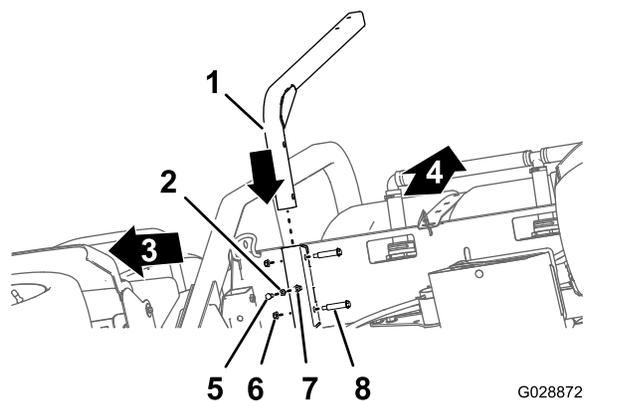

Рисунок 35
- Совместите опорную трубу бака для свежей воды с опорным швеллером бака (Рисунок 35).
- Совместите отверстия в опорной трубе с отверстиями в швеллере (Рисунок 35).
3. Прикрепите трубу к швеллеру (Рисунок 35) с помощью двух болтов с буртиками и двух контргайк ($\frac{3}{8}$ дюйма).
4. Наверните зажимную гайку ($\frac{3}{8}$ дюйма) на болт ($\frac{3}{8}$ x 1 дюйм); см. Рисунок 35.
5. Наверните болт и зажимную гайку на приварную гайку в нижней части опорного швеллера бака и затяните болт и зажимную гайку (Рисунок 35).